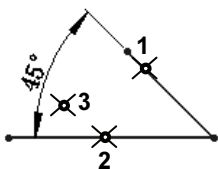
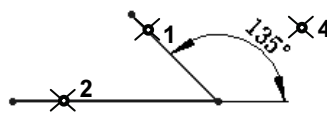

图 2.9.9 两条直线间角度的标注——锐角
图 2.9.10 两条直线间角度的标注——钝角
Step 3 分别在两条直线上选择位置 1 和位置 2；单击位置 3 放置尺寸（锐角，如图 2.9.9 所示），或单击位置 4 放置尺寸（钝角，如图 2.9.10 所示）。